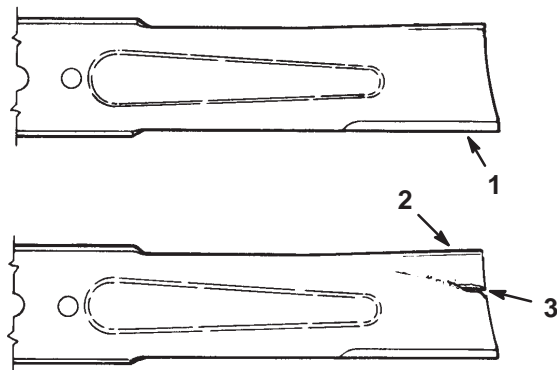

Figure 39
1. Inspectez les tranchants des lames (Fig. 39). Si les lames ne sont pas tranchantes ou si elles présentent des indentations, déposez et aiguisiez-les, comme expliqué à la rubrique Aiguisage des lames, page 34.
2. Inspectez les lames, surtout la partie incurvée (Fig. 39). Remplacez immédiatement toute lame endommagée, usée ou qui présente une entaille (repère 3 de la Fig. 39).